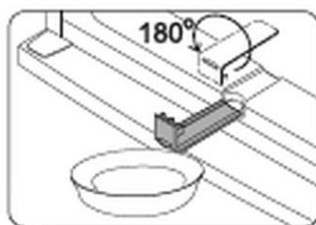

Fig. 7
1. Træk kondensvandsopsamlingsrenden ud, drej den 180° og hæng den op igen (fig. 7).